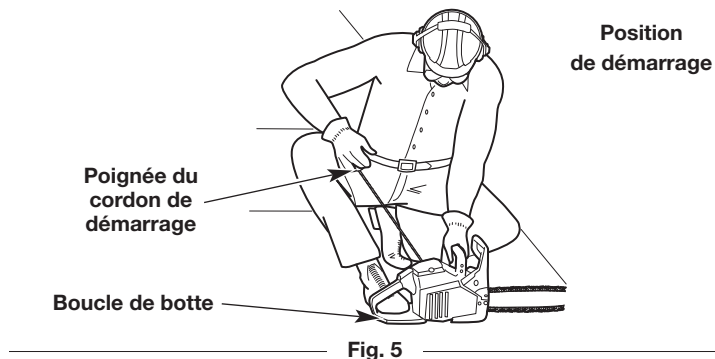

Fig. 5
AVERTISSEMENT : Évitez un démarrage accidentel de l'unité. Afin d'éviter les blessures graves, l'utilisateur et l'appareil doivent se trouver en position stable lorsque le cordon de démarrage est tiré (Fig. 5).
9. **NE TOUCHEZ PAS** à la commande des gaz. Placez-vous en position de démarrage (Fig. 5). Maintenez la poignée avant avec la main gauche. Maintenez la corde du démarreur avec la main droite. Insérez le pied droit dans la boucle de botte pour aider à maintenir l'appareil fermement en place.
10. **NE TOUCHEZ PAS** à la commande des gaz. Tirez à **5 reprises** sur le câble de démarreur avec un mouvement contrôlé et régulier (Fig. 5).